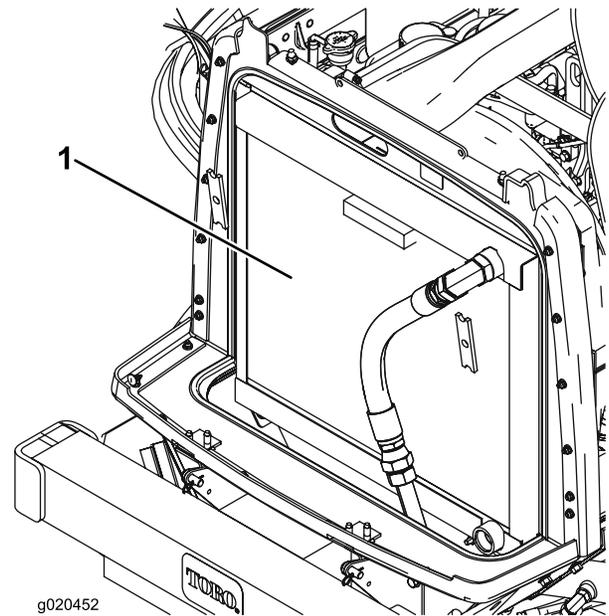

Figura 65
2. Pulite accuratamente entrambi i lati dell'area del refrigeratore dell'olio e del radiatore utilizzando aria compressa (Figura 65). Iniziate dal lato della ventola e fate uscire i detriti verso la parte posteriore. Successivamente eseguite la pulizia partendo dalla parte posteriore e soffiando l'aria verso la parte anteriore. Ripetete la procedura più volte fino a rimuovere completamente sporcizia e detriti.